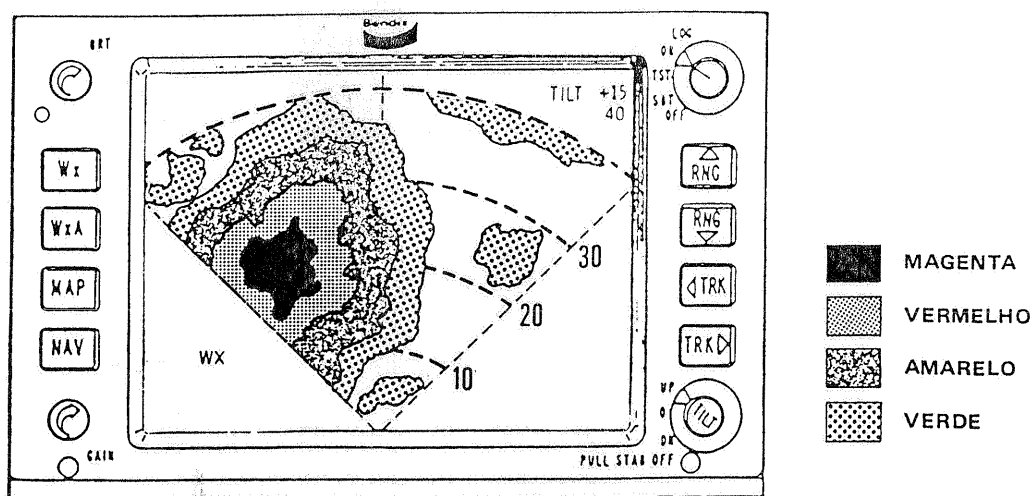

Figura 3. Apresentação Típica de Formação Meteorológica
- Observe a indicação do modo selecionado na tela (veja a figura 3).